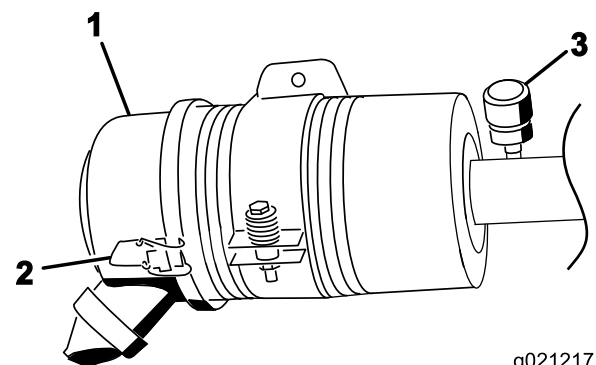

Figure 83
Faites l'entretien du filtre à air uniquement quand l'indicateur de colmatage indique que cela est nécessaire (Figure 83). Ne remplacez pas le filtre à air plus fréquemment que nécessaire ; cela ne fait qu'accroître le risque de contamination du moteur par des impuretés quand le filtre est déposé.
2. Desserrez les attaches qui fixent le couvercle sur le boîtier du filtre à air (Figure 83).